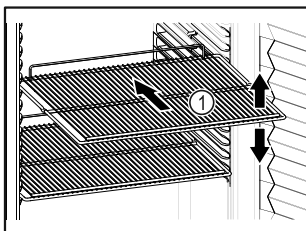

Fig. 50 Näitlik kujutis
- Kui hoiurestid Fig. 50 (1) on teisaldatavad, siis kohandage olenevalt kõrgusest.